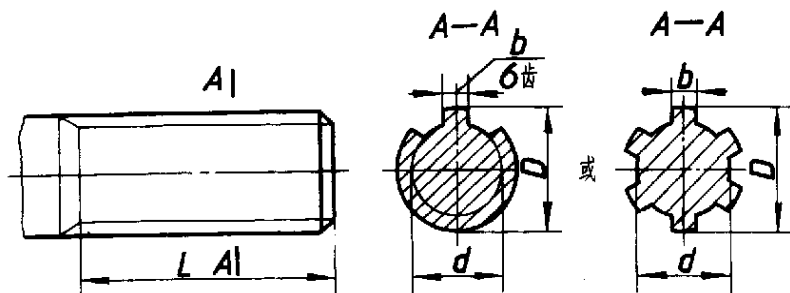
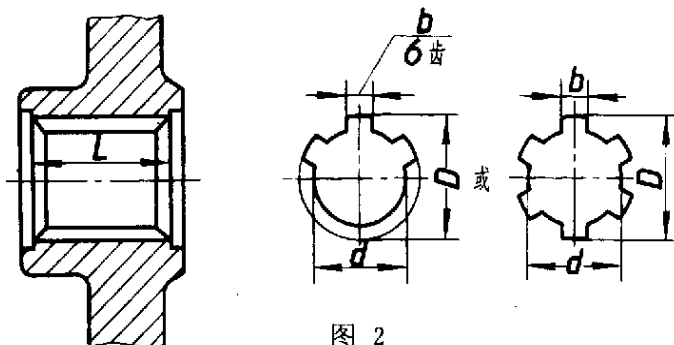

图 1
图 2
1.1.1 外花键：在平行于花键轴线的投影面的视图中，大径用粗实线、小径用细实线绘制，并用剖面画出一部分或全部齿形（图1）。
1.1.2 内花键：在平行于花键轴线的投影面的剖视图中，大径及小径均用粗实线绘制，并用局部视图画出一部分或全部齿形（图2）。
1.1.3 花键工作长度的终止端和尾部长度的末端均用细实线绘制，并与轴线垂直，尾部则画成斜线，其倾斜角度一般与轴线成30°（图1），必要时，可按实际情况画出。
1.2.1 大径、小径及键宽采用一般尺寸标注时，其注法如图 1、图 2 所示。
- a. 标注工作长度（图 1、2、5）；